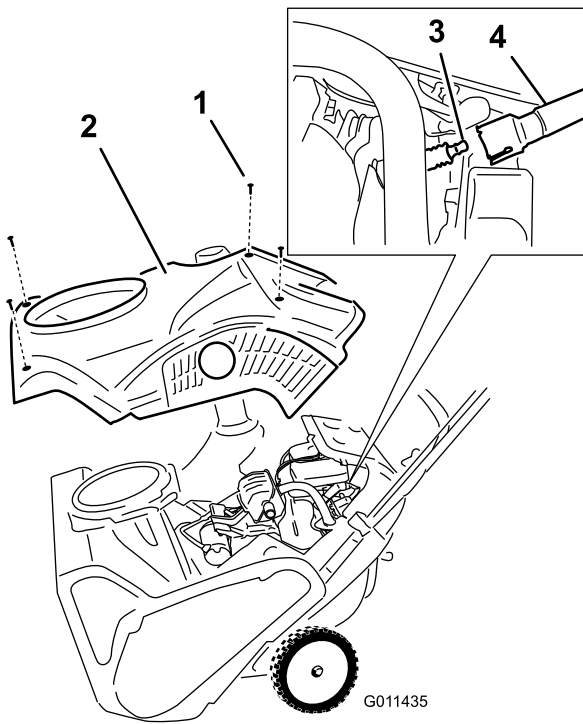

Figura 28
4. Retire los 4 tornillos que sujetan la cubierta (Figura 28).
6. Retire la cubierta (Figura 28).